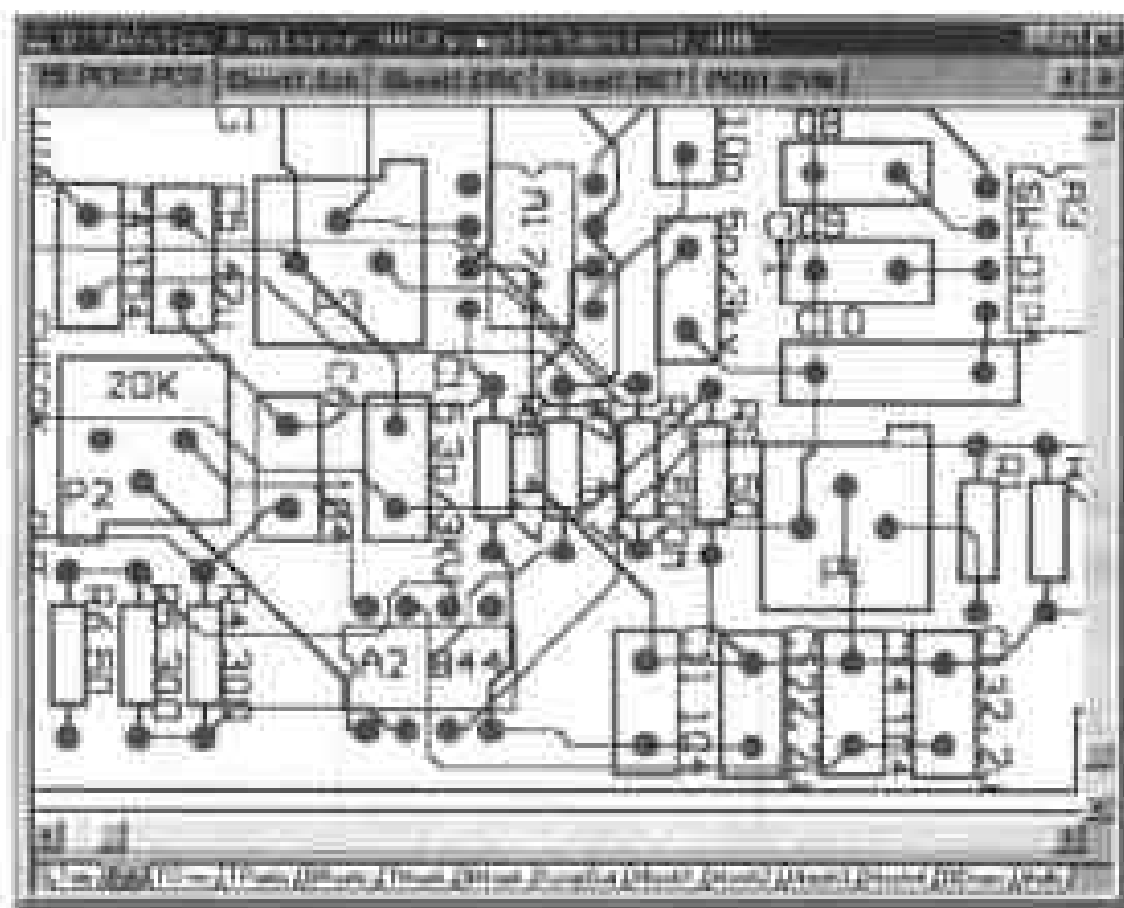

图 8-39 对整块电路板布线的效果
• All 命令——全局布线。选择此命令后, Protel 99 立即对整块电路板进行自动布线。布线完成后,按 End 键进行刷新,即可看到如图 8-39 所示的效果。
使用自动布线功能得到的布线结果有时还不能满足设计者的需要,因此利用 Protel 99 的编辑功能进行布线调整,是一项必要而又十分重要的任务。以图 8-39 所示的自动布线结果为例,其中某些走线不能令人满意,下面对其中的一条走线进行调整。